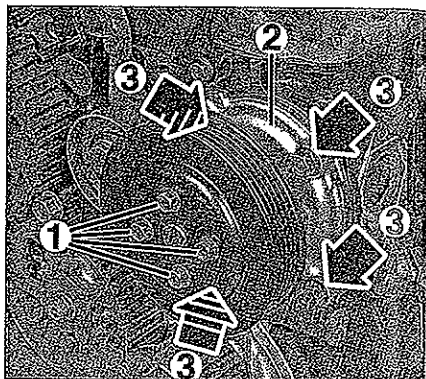

FIG. 21
- Aflojar los tornillos de fijación (1) de la polea de bomba de agua (2) (fig. 21).
- los tornillos de fijación (3) de la bomba de agua desmontar la misma.